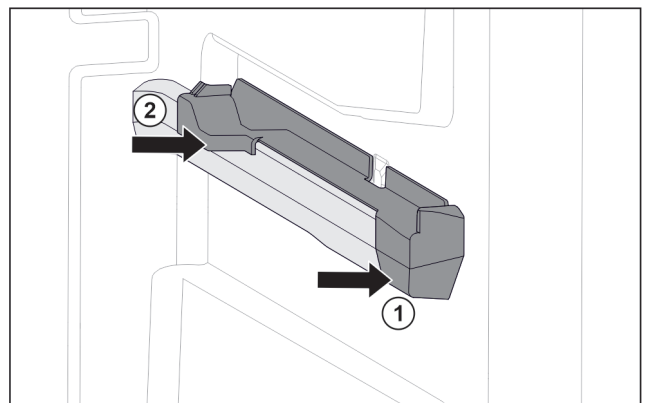

Fig. 148 Accesorio en el hueco ranurado derecho
- ▶ Coloque el accesorio en la parte delantera del hueco ranurado. Fig. 148 (1)
- ▶ Presione el accesorio por la parte posterior. Fig. 148 (2)